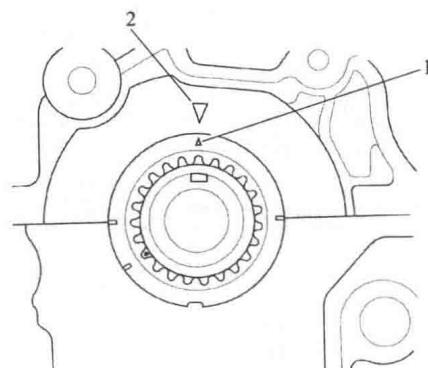

图 1-1-25
(1) 将曲轴置于上止点 (TDC)。将曲轴链轮上的 TDC 标记 1 与发动机气缸体上的指针 2 对准, 如图 1-1-25 所示。